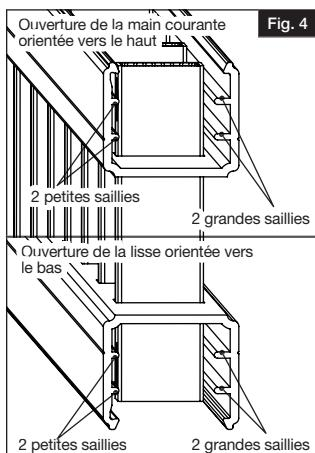

Fig. 4
- Placer la main courante et la lisse sur une surface plane, lisse et propre. Puis, aligner la main courante sur la lisse de façon à ce que les saillies à l'intérieur soient orientées du même côté (Fig. 4).